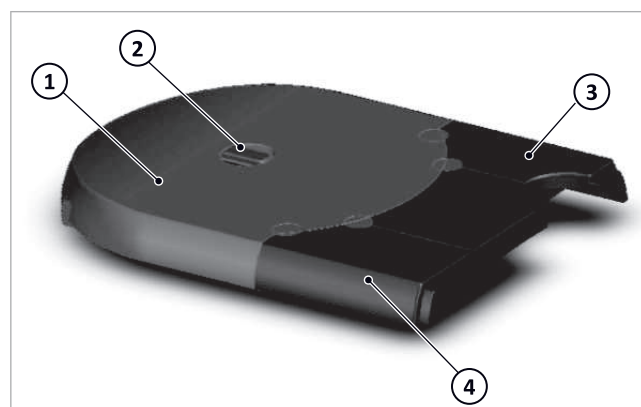
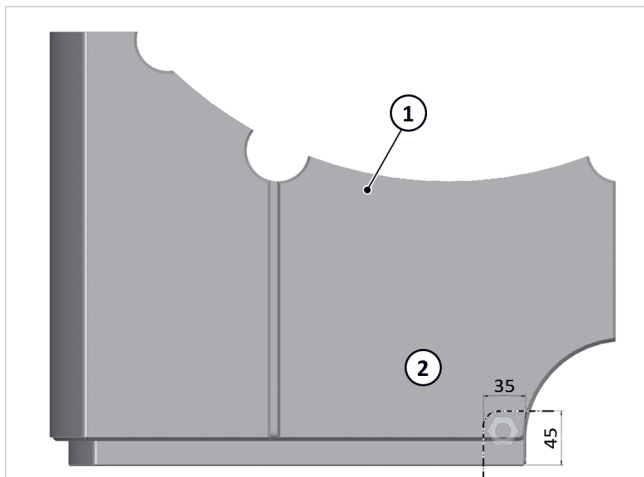

Abb. 118: Obere Isolierung SolvisBen
Abb. 122: Ggf. Durchtritt Gasleitung freischneiden
1. Die oberen Isolierungen der WWS → Abb. 118 (4) und HKS → Abb. 118 (3) nach oben abziehen.
2. Die Behälterisolierung → Abb. 118 (1) nehmen und mit einem scharfen Messer vorsichtig die vier angeschäumten Stopfen der WWS (5) entlang den eingepägten Nuten (6) abtrennen.
4. Die obere Behälterisolierung → Abb. 118 (1) auf den Behälter aufsetzen.
- seitlich links und rechts (1)
- mittig hinten (2)
- mittig vorne (3)
6. Obere Isolierung der HKS → Abb. 118 (3) aufsetzen.
7. Bei Verlegung der Gasleitung nach oben, die obere Isolierung der WWS (1, siehe auch → Abb. 118 (4)) vor dem Aufsetzen gemäß → Abb. 122 (bzw. beiliegende Schablone) freischneiden.
1. Die zusammengesetzte obere Isolierung → Abb. 118 (1+2+3+4) komplett auf den Behälter aufsetzen.
- mittig vorne (3).